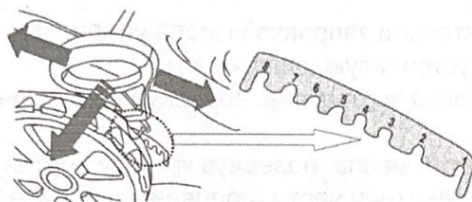

Рис. 18
- Верните рычаг в исходное положение, чтобы установить желаемую высоту среза. Убедитесь, что ручка плотно и надежно входит в свой зазубренный держатель. Такие препятствия, как скошенная трава, не должны мешать передвижению и работе газонокосилки. (рис.18).